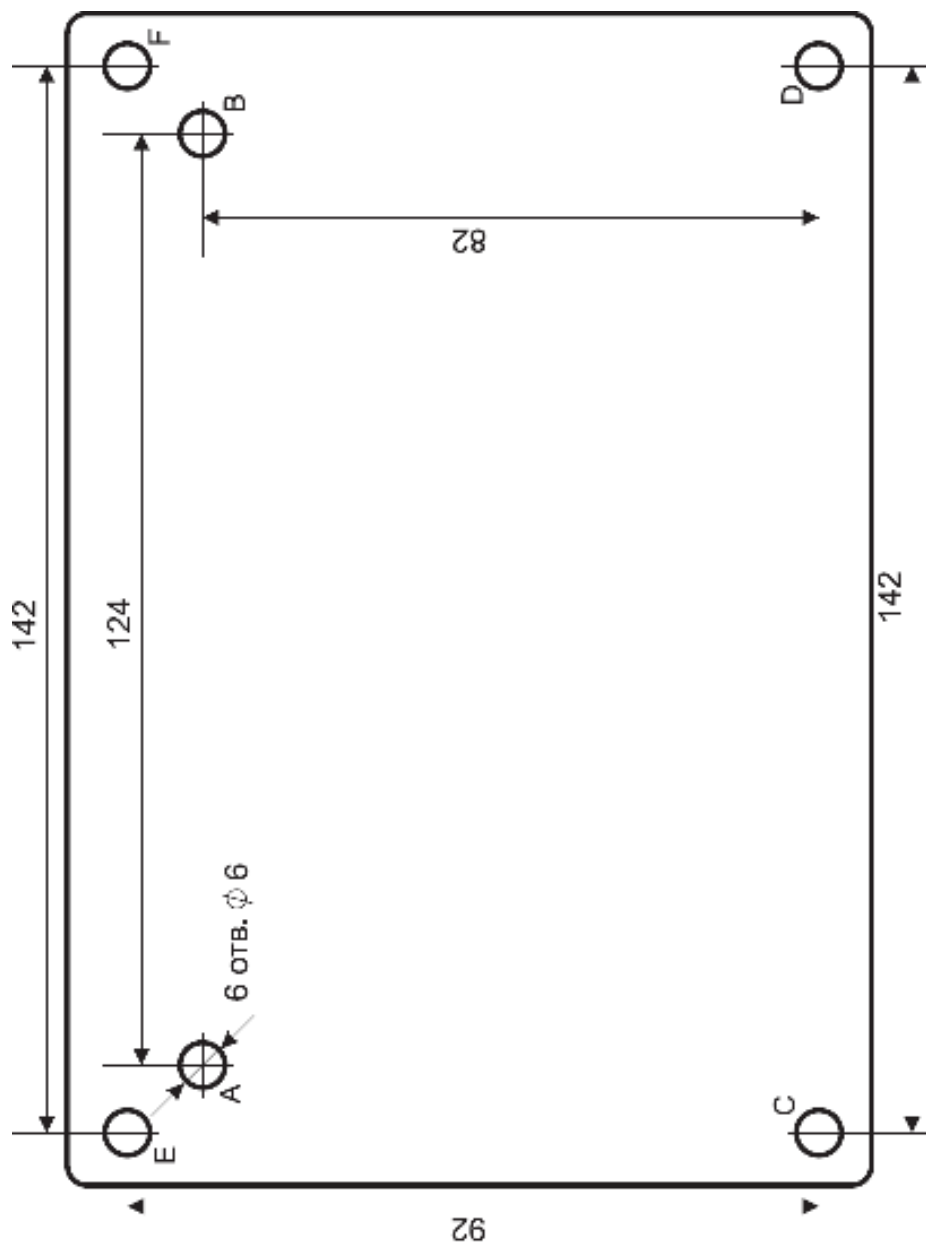

Рисунок 6. Шаблон для монтажа
3.1.3 **Вариант 1.** Приложите к стене шаблон для монтажа (рис. 6). Просверлите 3 отверстия (А, В и на выбор С или D).
3.1.7 **Вариант 2.** Приложите к стене шаблон для монтажа (рис. 6). Просверлите 3 отверстия (Е, F и на выбор С или D).